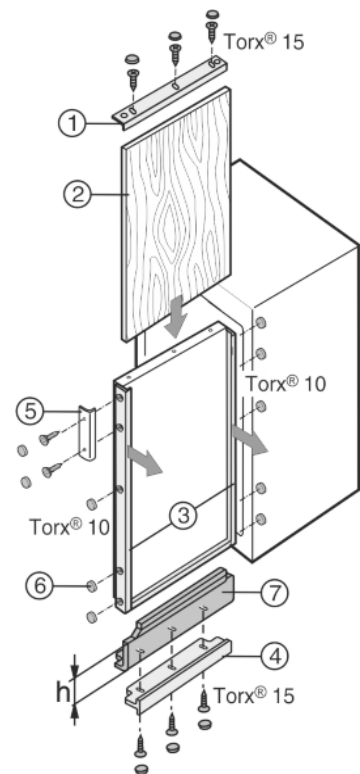

Fig. 7
Wanneer er al een decorplaat aanwezig is, maar de hoogte hiervan te klein is, kan deze met opvulstroken Fig. 7 (7) van verschillende hoogtes worden aangepast.
- Schroef de decorlijsten Fig. 7 (1, 4) er aan boven- en onderzijde af.
- Aan alle andere decorlijsten Fig. 7 (3) de schroeven alleen losdraaien en de decorlijsten naar voren schuiven.
- Decorplaat Fig. 7 (2) inschuiven.
- Plaats de opvulstroken Fig. 7 (7) aan de onder- of bovenzijde.
- Zet de decorlijsten Fig. 7 (1, 4) daaroverheen en schroef ze vast.
- Schuif de decorlijsten Fig. 7 (3) terug en schroef ze vast.
- Schroef de handgreep Fig. 7 (5) erop.
- Op alle schroefkoppen de afdekkapjes Fig. 7 (6) vastklikken.